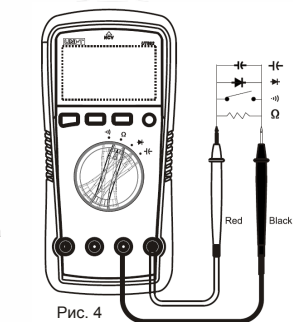

Рис. 4
3. Сопротивление (Рис. 4)
4. Прозвон (проверка проводимости) (Рис. 4)
5. Тест диодов (Рис. 4)
6. Емкость (Рис. 4)